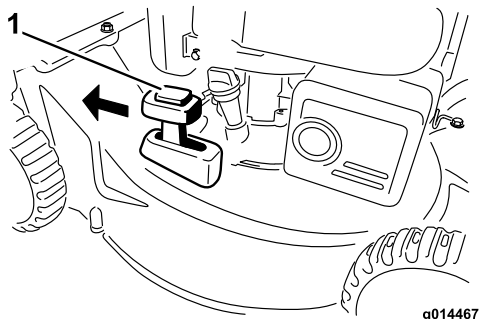

Figura 16
2. Pulse el botón situado en la palanca de Reciclado/ensacado y mueva la palanca al modo de reciclado (Figura 16).
**Nota:** La palanca de reciclado/ensacado debe estar en el modo de **ensacado** (Figura 16).